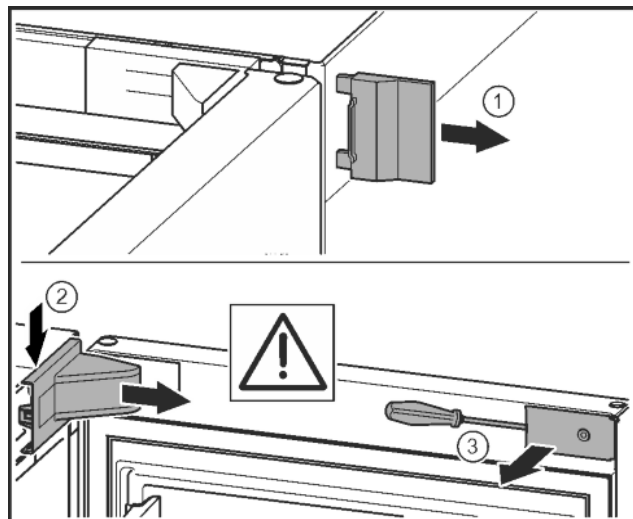

Fig. 10
- ▶ Buitenste afdekking verwijderen. Fig. 10 (1)
- ▶ Lagerbusafdekking ontgrendelen en losmaken. Afdekking van de lagerbus verwijderen. Fig. 10 (2)
- ▶ Paneel met de sleufschroevendraaier losmaken en naar de zijkant draaien. Fig. 10 (3)